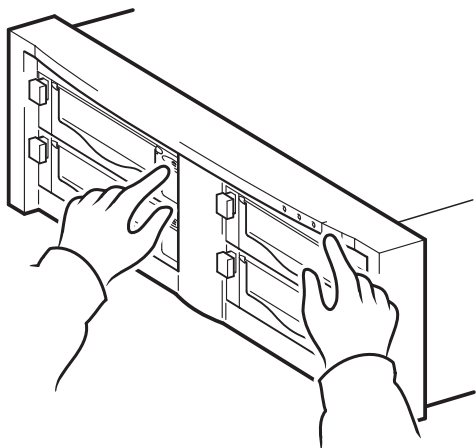

Figura 10a: utilizzo di HP OBDR, fase 1
- 1 Sollevare lo sportello della cartuccia e inserire nell'unità a nastro la cartuccia di avvio più recente disponibile assegnata alla funzione HP OBDR (vedere la figura 10a). È necessario che la cartuccia sia stata scritta da un'applicazione di backup che utilizzi il formato CD-ROM per scrivere i dati sul nastro.